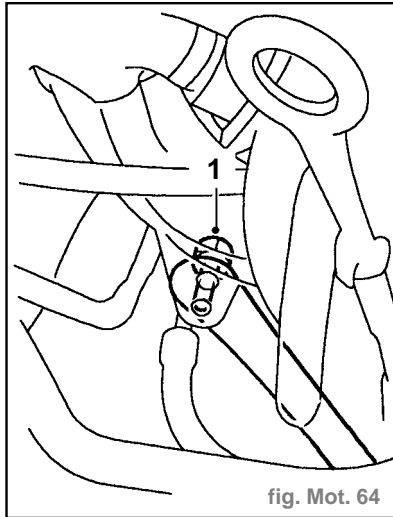

fig. Mot. 64
- Débrancher la fiche multibroches de la sonde IAT (2).
- Débrancher la fiche multibroches du capteur TP (3).
- Débrancher la fiche multibroches de la soupape IACV (4).
- Débrancher le fil HT de la bobine de l'allumeur (5).
- Enlever le boulon (1) maintenant le collecteur d'admission sur le support de soutien. (fig. Mot. 64).